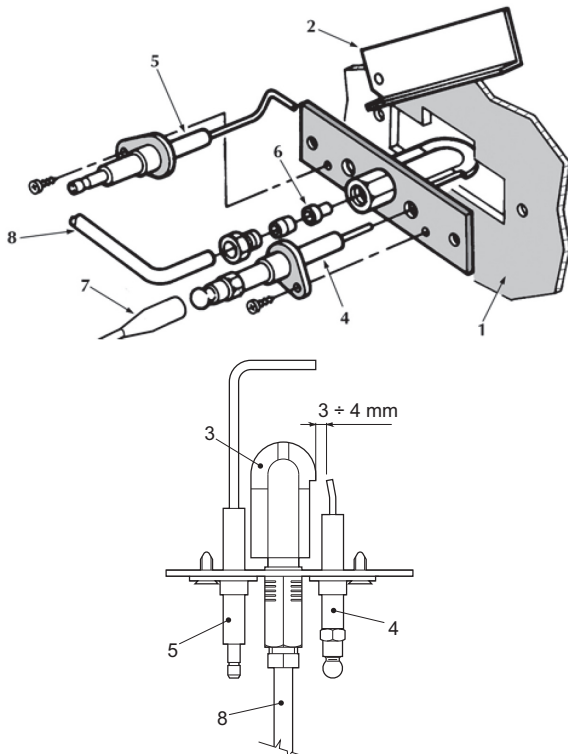

fig. 22 - Brûleur pilote
- Les électrodes doivent être libres de toute incrustation et positionnées correctement (voir fig. 22).